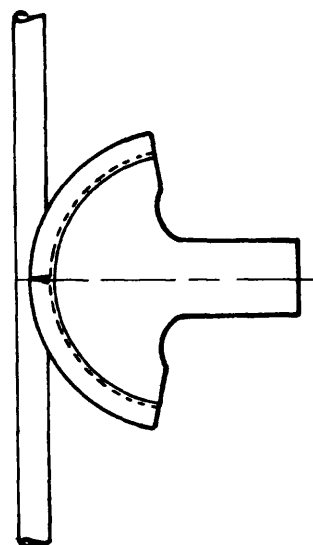

Fig. 2
- a Coloque el tubo haciendo coincidir la marca hecha en el medio del sector a curvar con el eje de la estampa (fig. 2).